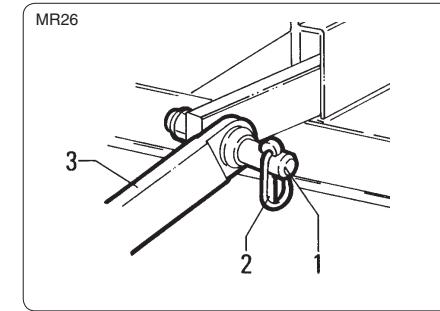

fig. 4.2.1
- Les fixer avec les goupilles de sécurité “2” fig. 4.2.1.